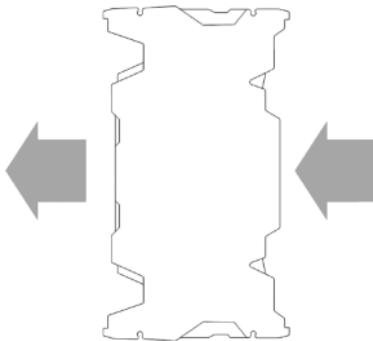

Рис. 16
- 2) Установите процессорное охлаждение на крышку процессора. На Рис. 16, предполагаемая ориентация выхода воздушного потока. Более длинная часть тела радиатора должна находиться сзади.